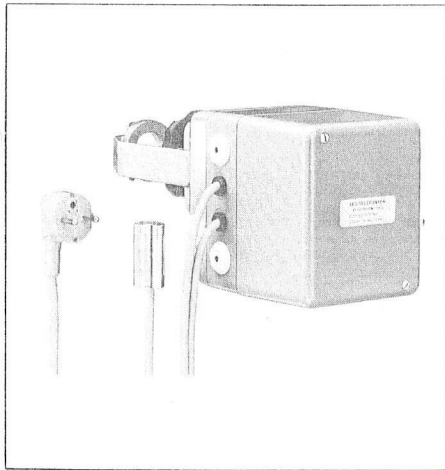

Bild 1 Zentralgerät
- a) Zentralgerät ELFATHERM DV (Bild 1)